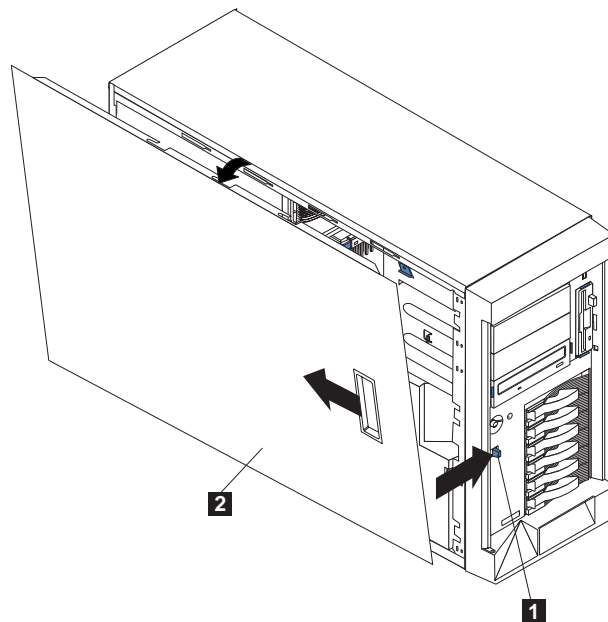

Figura 28. Removendo a tampa do Modelo 25T
3. Empurre a trava de liberação da tampa de plástico, na parte frontal do mecanismo, na direção indicada na Figura 28 para liberar a tampa.